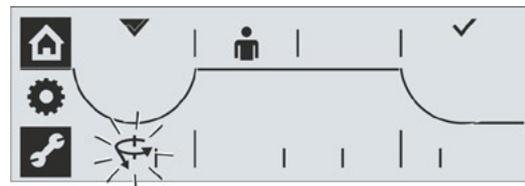

Рис. 10: Отключение в зависимости от крутящего момента в конечном положении ЗАКРЫТО
- Сохраните конечное положение: нажмите кнопку Drive Controller. „Галочка“ подтверждает сохранение первого конечного положения. Дисплей переходит к другому конечному положению (в представленном примере к конечному положению ЗАКРЫТО) и к заданию типа отключения – мигает знак действующего типа отключения (в зависимости от пути или крутящего момента) для конечного положения ЗАКРЫТО, см. рис. 10.